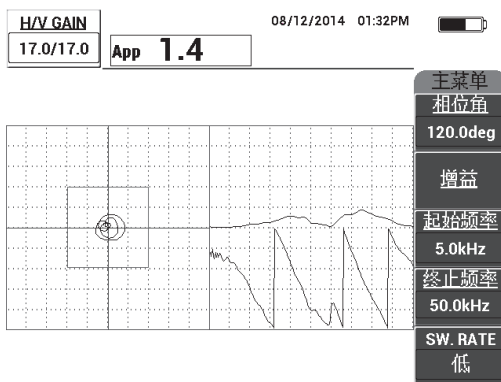

图 6-57 被限制在两个分区内的扫频图像
1. 将探头端部放置在标准试块没有缺陷的区域上，然后按**增益**键（**dB**），并调整**增益**，直到扫频图像被限制在报警框中的两个分区以内（参见第 153 页的图 6-57）。